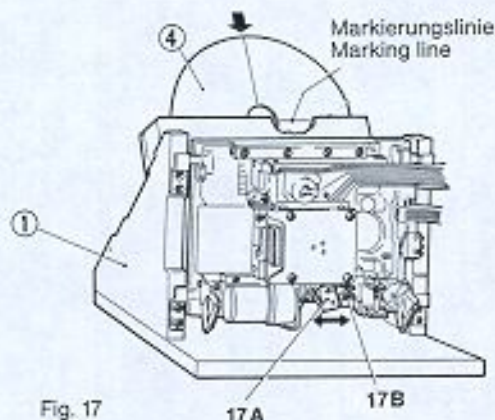
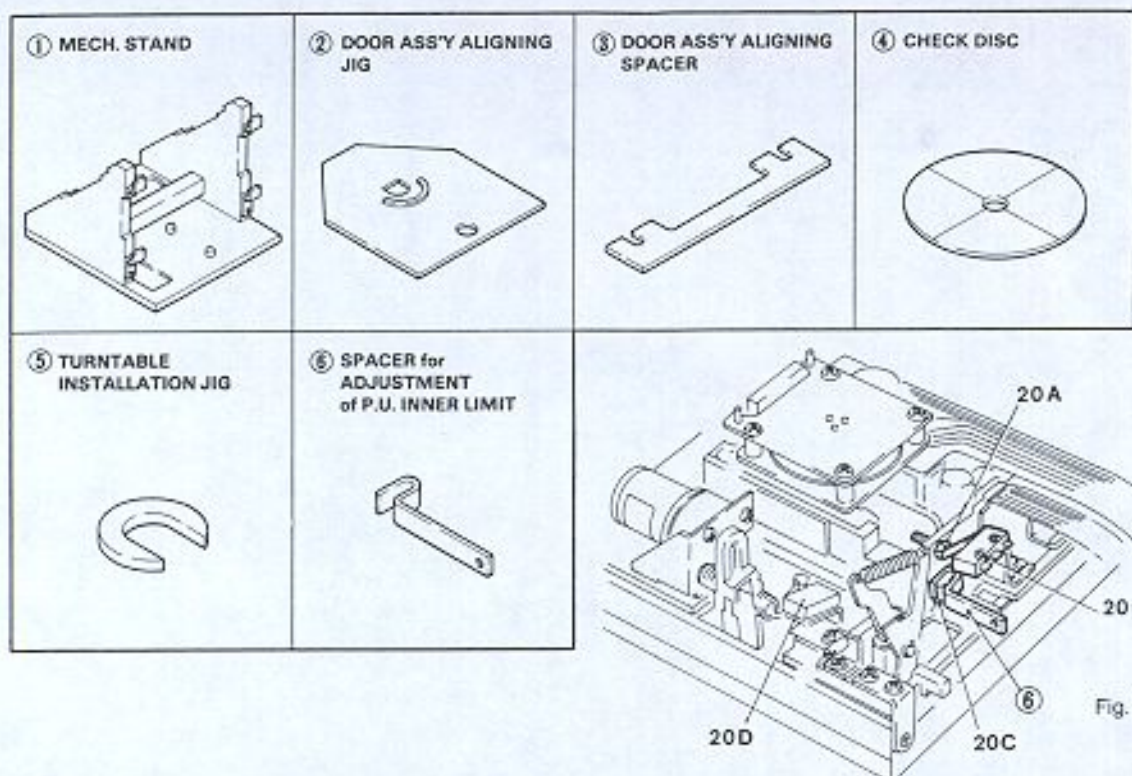

Fig. 17
Fig. 20
Der Kurbelarm sollte einen Abstand von ca. 1 mm vom Motor haben, die Feststellschraube muß auf die Fläche der Motorachse treffen. Die Motorachse kann durch Anlegen einer 5 Volt DC-Spannung oder einer Batterie in die richtige Position gebracht werden, dabei ist der Plattenschacht geschlossen. Feststellschraube anziehen, Kabelbaumstecker an die PS-Leiterplatte anschließen, CD-Spieler einschalten und Taste OPEN betätigen. In den Plattenschacht wird Lehre ④ eingelegt, Plattenschacht mit Taste OPEN/CLOSE schließen und wieder öffnen. Der Mikroschalter 17 A wird so eingestellt, daß die waagrechte Strichmarkierung der Lehre ④ mit der Oberkante des Plattenschachtes in einer Linie liegt (Fig. 17).
With the flap closed, the crank and its arm should be about 1 mm from the motor and the lock screw in front of the flat area. Set the arm, if necessary, by connecting a 1.5 V battery to the motor terminals (Fig. 2). Tighten the lock screw, hook up connectors, turn the player on and push on the OPEN/CLOSE button. Insert the control disc ④ into the flap, close the flap (OPEN/CLOSE key), reopen by pressing on the OPEN/CLOSE key. Adjust the switch 17A with the screw 17B. The horizontal line on the control disc ④ should be at the same level as the upper edge of the flap (Fig. 17).
Le volet fermé, la manivelle sur son axe doit être distante d'environ 1 mm du moteur et la vis de blocage en face du méplat. Positionner l'axe, si nécessaire, en branchant une pile de 1,5 V aux bornes du moteur (Fig. 2). Serrer la vis de blocage, brancher les connecteurs, mettre l'appareil sous-tension et actionner la touche OPEN/CLOSE. Introduire dans le volet le disque de contrôle ④, fermer le volet, touche OPEN/CLOSE, l'ouvrir en appuyant sur la touche OPEN/CLOSE. Régler l'interrupteur, 17A avec la vis 17B. Le trait horizontal du disque de contrôle ④ doit être à la même hauteur que le bord supérieur du volet (Fig. 17).
(Fig. 20)
In den Plattenschacht wird Lehre ④ eingelegt, Plattenschacht mit Taste OPEN/CLOSE schließen und öffnen. Der Mikroschalter 20D wird so eingestellt, daß die waagrechte Strichmarkierung der Lehre ④ in einer Linie mit der Oberkante des Plattenschachtes liegt (Fig. 17).
Switch for detecting end of disc 20 B (Fig. 20). Push the optic scanner assembly in the direction of the stop 20C and set the template ⑤ on the stop. When the optic scanner assembly comes into contact with the template ⑤, the switch should be open. Use the adjustment screw to adjust switch opening. Check using an ohmmeter.
Flap open detection switch 20 D (Fig. 20) Insert the control disc into the record holder flap ④. Close and reopen the flap by pressing on the OPEN/CLOSE button. Adjust the switch 20D. The horizontal line on the control disc ④ should be at the same height as the upper edge of the flap (Fig. 17).
Interrupteur de détection fin de disque 20 B (Fig. 20). Pousser l'ensemble de lecture optique en direction de la butée 20C, placer le gabarit ⑤ sur la butée. Au contact de l'ensemble de lecture optique avec le gabarit ⑤ l'interrupteur doit être ouvert. Régler avec la vis de réglage le point d'ouverture de l'interrupteur. Contrôler à l'aide d'un ohmmètre.
Interrupteur pour la limite d'ouverture de volet 20 D (Fig. 20)
Introduire dans le volet porte-disque le disque de contrôle ④ fermer, puis ouvrir le volet en appuyant sur la touche «OPEN/CLOSE». Régler l'interrupteur 20D le trait horizontal du disque de contrôle ④ doit être à la même hauteur que le bord supérieur du volet (Fig. 17).